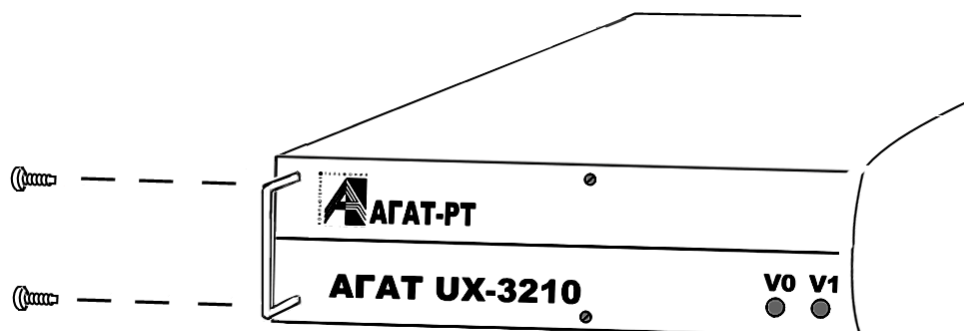

Рис. 42 – Установка IP-АТС АГАТ UX-3212/3410/3410S/3710 в 19" стойку (шаг 1)
- Шаг 1** Выверните винты из боковых поверхностей корпуса IP-АТС (Рис. 42).